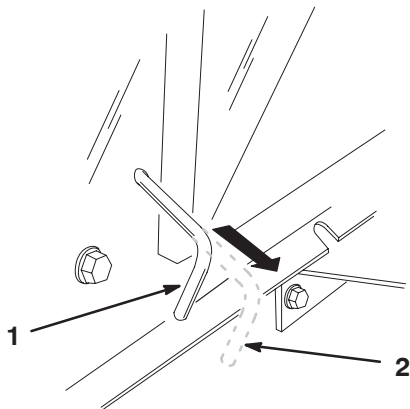

Bild 14
Hinweis: Dadurch wird der Antrieb ausgekuppelt, und die Räder befinden sich im Freilauf (Bild 14).
2. Stellen Sie den Antriebshebel in die Betriebsstellung (Bild 14), um das Antriebssystem einzukuppeln.